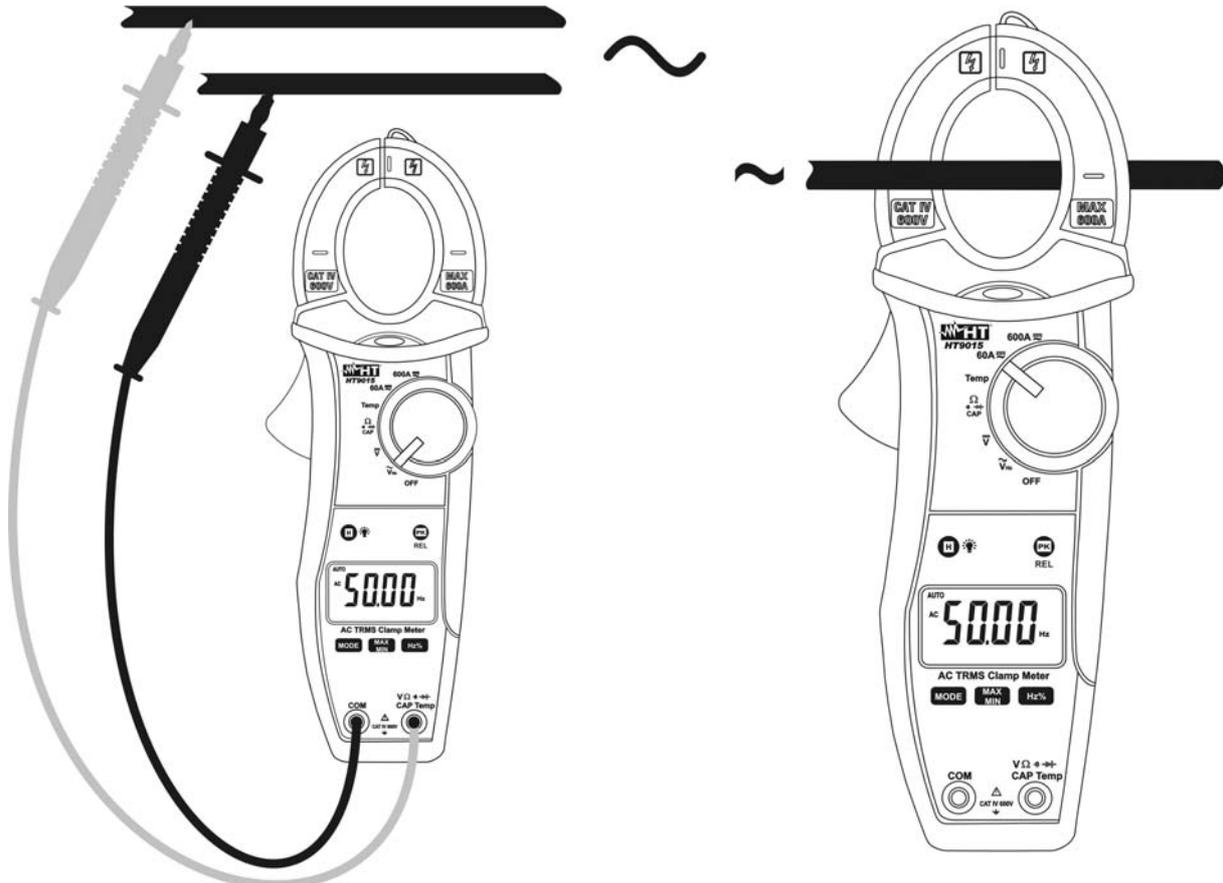

Abb. 11 Messung von Frequenz und Tastverhältnis
3. Verbinden Sie die Meßleitungen mit den Eingangsbuchsen. Die rote Messleitung mit der Buchse **VΩ $\tilde{\sim}$ ▶CAPHz%Temp** und die die schwarze Messleitungsbuchse mit der **COM** Eingangsbuchse (siehe Abb.11 – linkes Bild) für Frequenzmessung über die Messleitungen. Öffnen Sie die Zange und setzen Sie den zu messenden Leiter ins Zentrum der Zangenöffnung (siehe Abb. 11 rechte Seite), der gemessene Frequenzwert wird nun angezeigt. Der Bargraph ist deaktiviert in der Funktion Frequenz und Tastverhältnis.